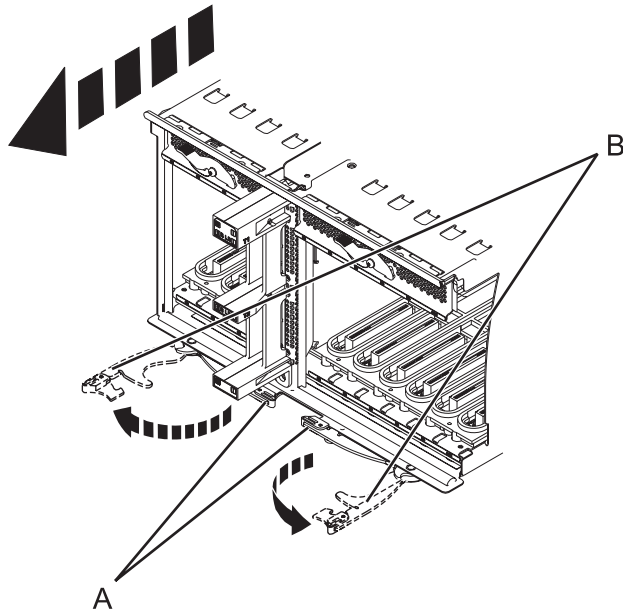

Figure 58. Retrait de la carte mère d'entrée-sortie
12. Appuyez sur les loquets de déverrouillage **(A)** et tirez sur les leviers **(B)** pour dégager la carte du système, comme illustré dans la figure 58.